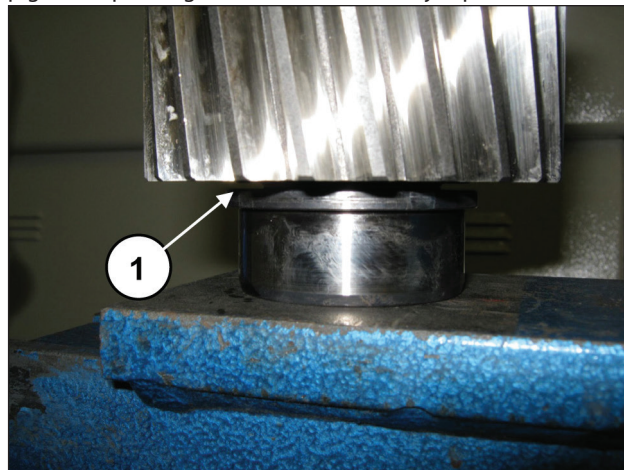

Fig. 82
Prémonter la bague intérieure du roulement 40x90x23 sur le pignon (rep. ①, Fig. 82), en l'emmanchant jusqu'en butée.